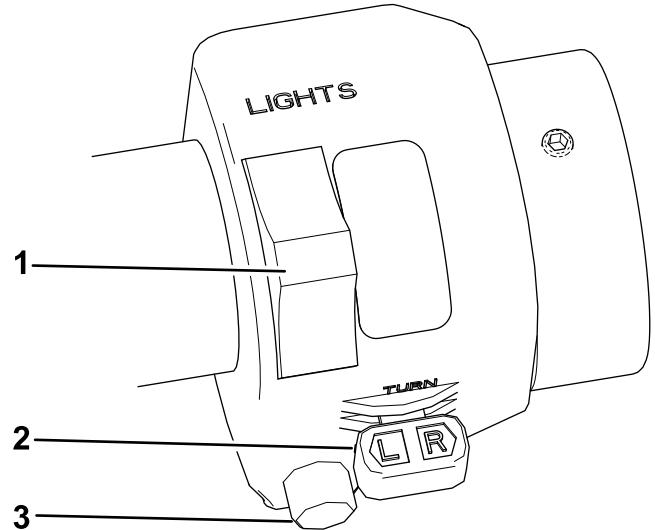

Figura 19
- L'interruttore degli indicatori di direzione aziona gli indicatori di direzione di destra e sinistra quando l'interruttore di accensione è in posizione ON (Figura 19).
- L'interruttore dei fanali e degli anabbaglianti aziona i fanali unicamente quando l'interruttore di accensione della macchina è in posizione On (Figura 19).